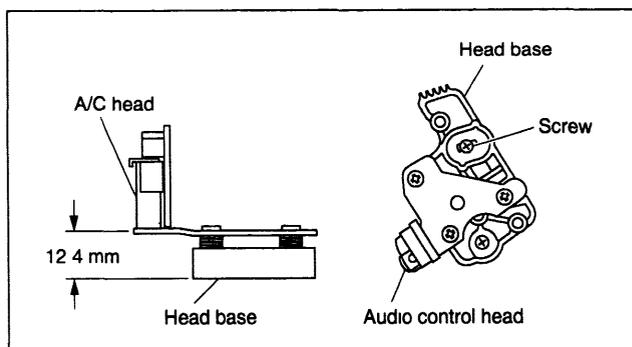

Fig. 2-2-14
- (1) Para tornar a instalação mais fácil, ajuste o nível como indicado na Fig. 2-2-14 Também assegure-se que o pino central da base esteja alinhado com o furo central da lâmina da cabeça A/C